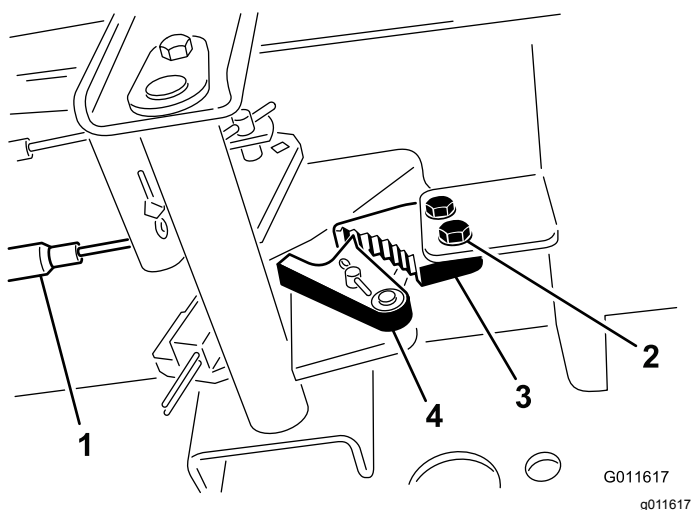

Рисунок 98
1. Ослабьте два винта крепления защелки стояночного тормоза к раме (Рисунок 98).
2. Нажимайте педаль тормоза вперед, пока углубление тормоза не войдет полностью в зацепление с защелкой тормоза (Рисунок 98).